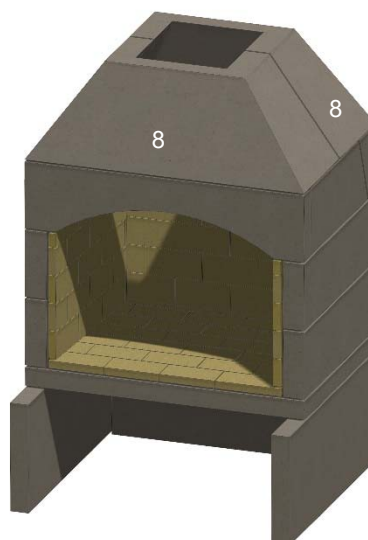

Figure 21. Pièces de gorge
M. Installez les pièces de gorge avant et arrière. Voir la Figure 21.